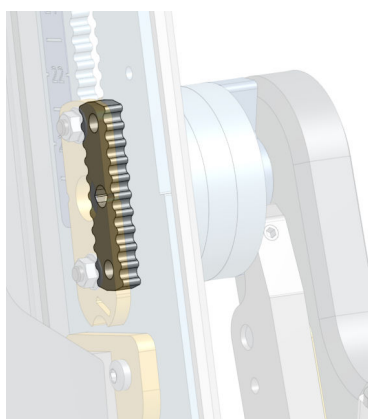

Figura 11. Parte dentata che serve per la regolazione dell'altezza
1. Smontare il bracciolo e tirarlo verso l'esterno (vedi [Figura 10, «Rimuovere il bracciolo» \[22\]](#) . Una parte dentata che serve a bloccare l'altezza cadrà fuori. Per favore, guarda [Figura 11, «Parte dentata che serve per la regolazione dell'altezza» \[22\]](#).